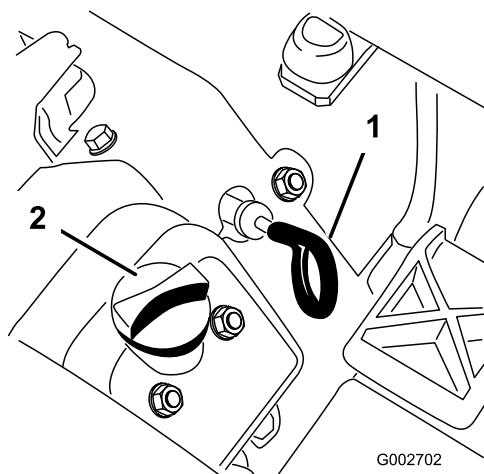

Figure 24
3. Pour éviter de faire tomber de l'herbe, de la poussière, etc., dans le moteur, nettoyez la surface autour du bouchon de remplissage d'huile et de la jauge avant de l'enlever (Figure 24).
4. Retirez la jauge (Figure 24) et essuyez-la sur un chiffon propre.